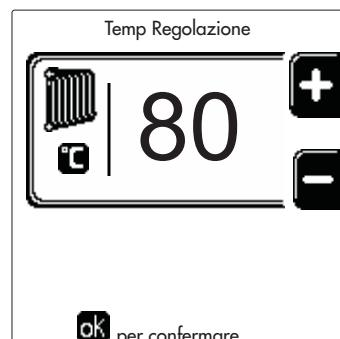
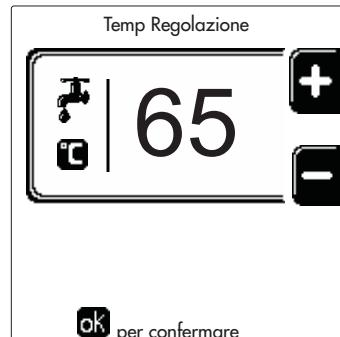

fig. 13
fig. 15
- **ON.** In caso di richiesta Riscaldamento/Sanitario, la caldaia lavora alla Temperatura di Regolazione Riscaldamento/Sanitario (fig. 13/fig. 15) impostata.
- **R.** In caso di richiesta Riscaldamento/Sanitario, la caldaia lavora alla Temperatura di Regolazione Ridotta. La temperatura Ridotta si ottiene sottraendo il valore della Temperatura Regolazione Riduzione (fig. 14/fig. 16) alla Temperatura di Regolazione Riscaldamento/Sanitario (fig. 13/fig. 15) impostata.